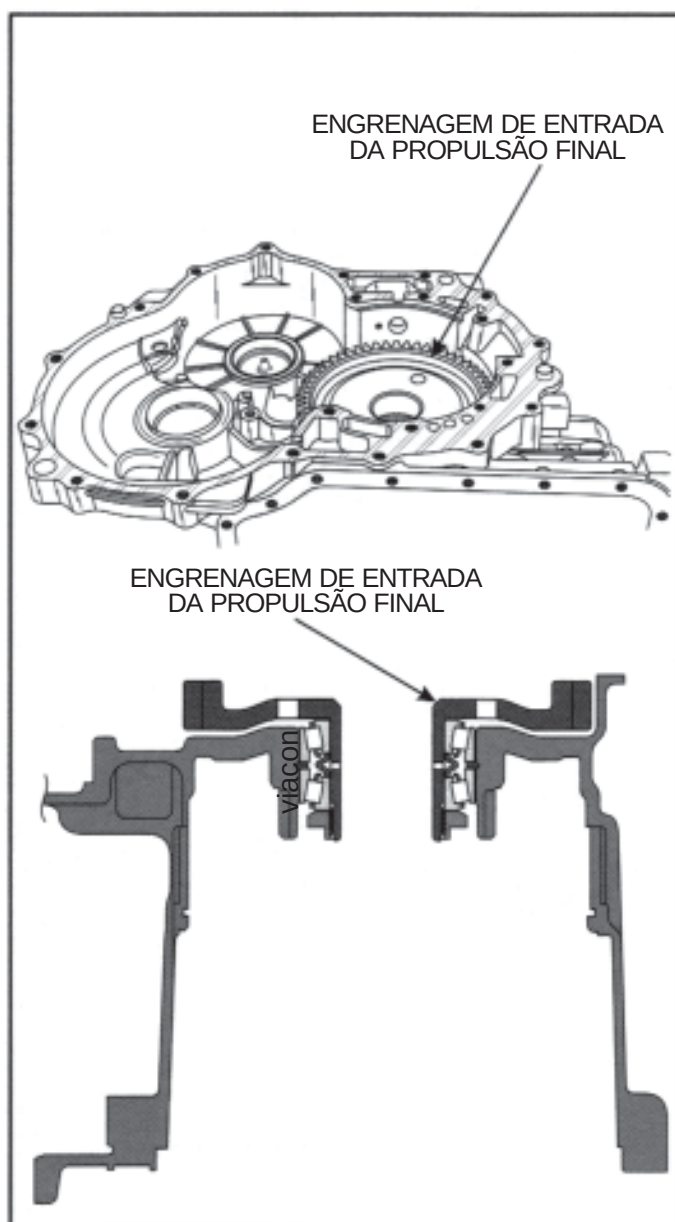

Figura 53
56. Sobram agora na carcaça somente a engrenagem de entrada da propulsão final, conforme ilustrado na Figura 53.
Obs.: Se esta engrenagem for removida será necessário uma quantidade excepcional de tempo para montá-la novamente, pois é composta de uma manga de estrangulamento (Vide Figura 53). Nossa recomendação se não houver problema com os rolamentos, é que a engrenagem não seja removida.